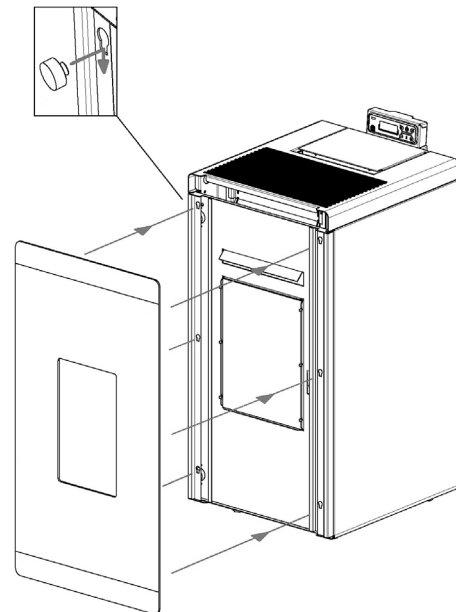

Fig. 41 - Colocar el vidrio
- Introduzca las paredes laterales por las guías correspondientes, haciendo que descendan lentamente hasta el fondo (ver **Fig. 41**).